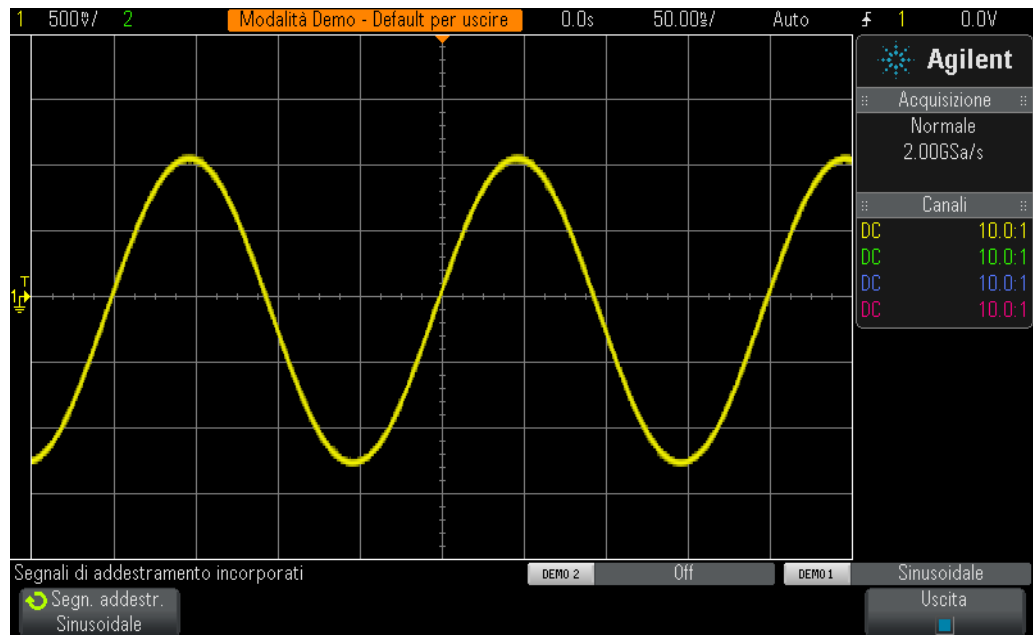

Figura 9 Impostazione iniziale per visualizzare il segnale di apprendimento dell'onda sinusoidale
- 8 Girare la manopola s/div (manopola grande nella sezione orizzontale) in senso orario fino ad osservare più di due periodi di un'onda sinusoidale sul display. L'impostazione corretta è pari a **50 nV/div**, che viene visualizzata come "50,00ns/" vicino al centro della parte superiore del display. Il display dell'oscilloscopio deve apparire simile a Figura 9. Da questo punto in poi si farà riferimento a questa impostazione come a quella della "base dei tempi" dell'oscilloscopio.